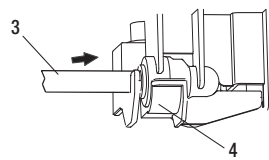

Figura 2
- Inserte la manguera de drenaje (3) en el conector de la misma (4) y asegúrese de que la ha conectado hasta el fondo del conector. (Figura 2)